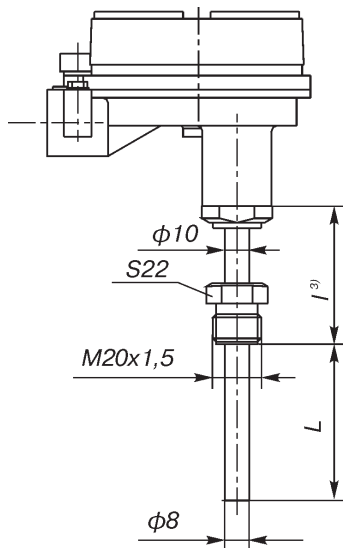

Рис. 24. (ост.см.рис.7), (штуцер подвижный)
- ³ L=120, 160, 200 мм (см. ссылку ¹) для ТХАУ Метран-271-Exd по рис.24.
L=80 мм для ТСМУ Метран-274-Exd, ТСПУ Метран-276-Exd по рис.24.